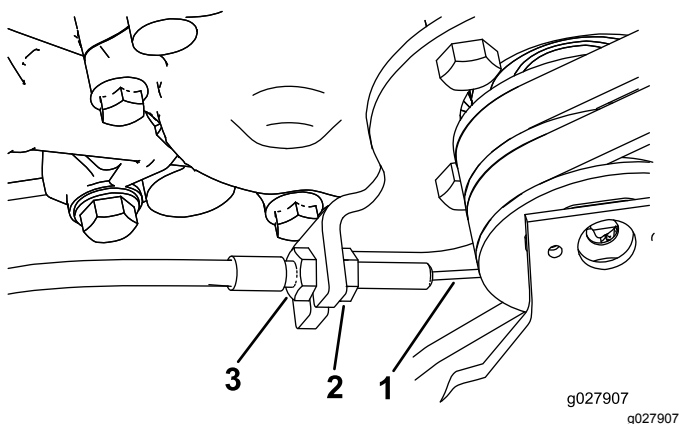

Figura 49
3. Para aumentar la tensión del cable, afloje la contratuerca delantera del cable y apriete la contratuerca trasera del cable (**Figura 49**) hasta que la fuerza necesaria para engranar el control de tracción sea de 8 a 9 N·m.